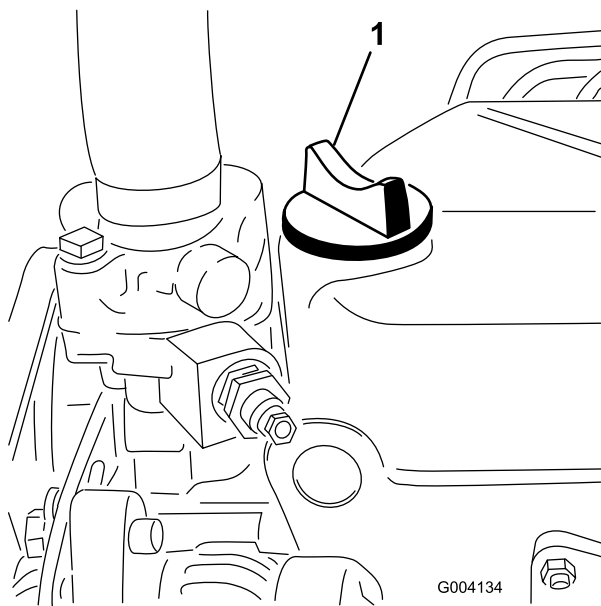

Figura 14
5. Si el nivel de aceite está por debajo de la marca Lleno, retire el tapón de llenado (Figura 14) y añada aceite hasta que el nivel llegue a la marca Lleno.